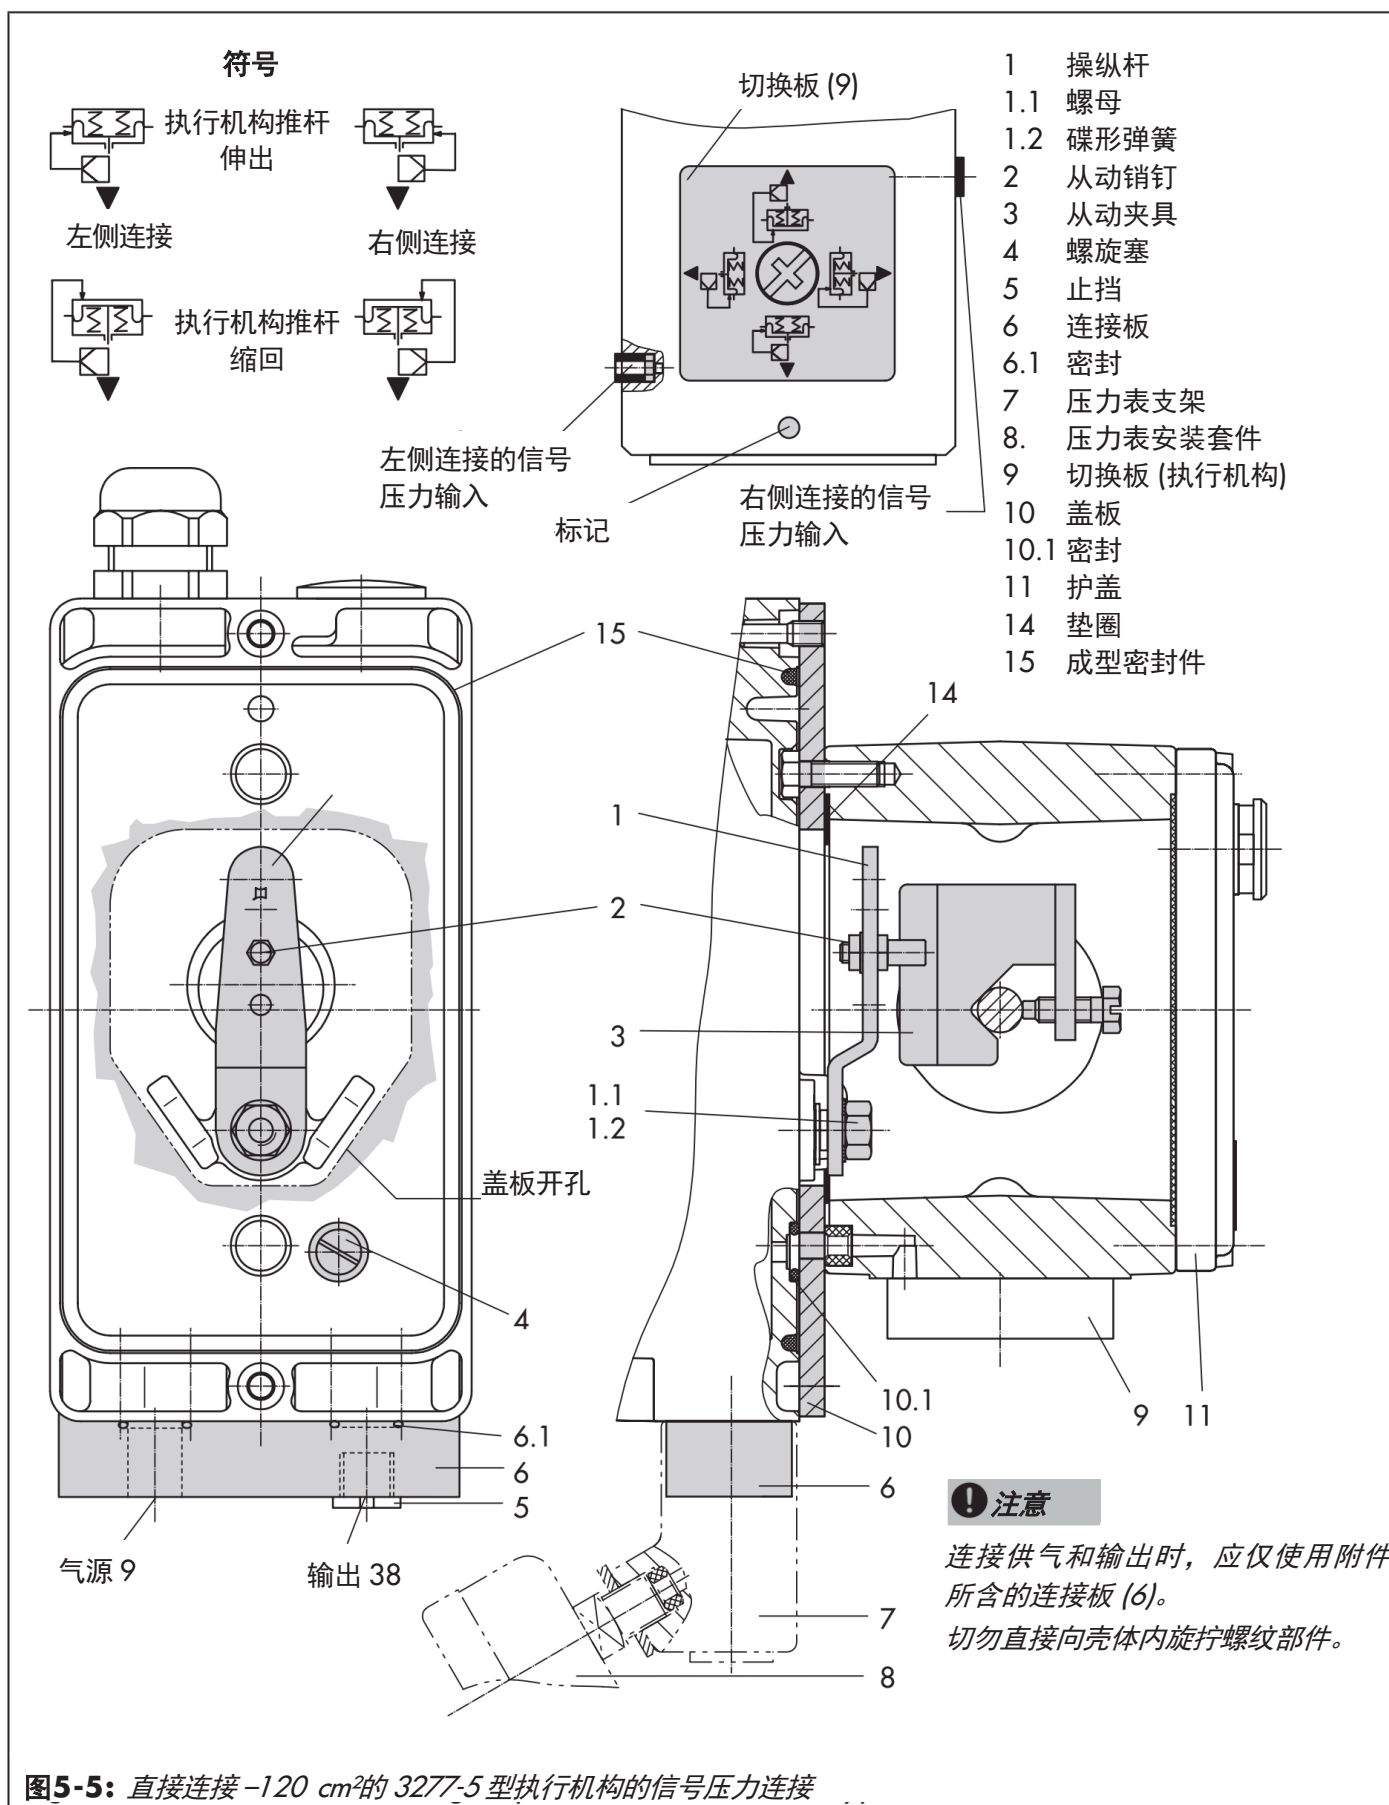

图5-5: 直接连接 -120 cm^2 的 3277-5 型执行机构的信号压力连接
120 cm²的执行机构(参见图5-5)
1. 在定位器上安装连接板 (6) 或带压力表的压力表支架 (7), 确保两个密封件(6.1)正确就位。
2. 拆下定位器背部的旋塞 (4), 并用附件中的止挡塞 (5) 密封连接板 (6) 或压力表支架 (7)上的信号压力输出 (38)。
3. 将从动夹具 (3) 放置在执行机构推杆上, 对齐并拧紧, 使安装螺钉落入执行机构推杆的凹槽中。
4. 安装盖板 (10), 使开孔的窄侧 (左侧图5-5) 指向信号压力连接方向。请确保垫片 (14) 指向执行机构支架方向。
5. **15 mm行程:** 使定位器背部 M 操纵杆 (1) 上的从动销钉 (2) 保持在销钉位置 35(出厂状态)。
7.5 mm行程: 将从动销钉 (2) 从销钉位置 35 上拆下, 然后将其重新放置在销钉位置 25 的孔中并用螺钉固定。